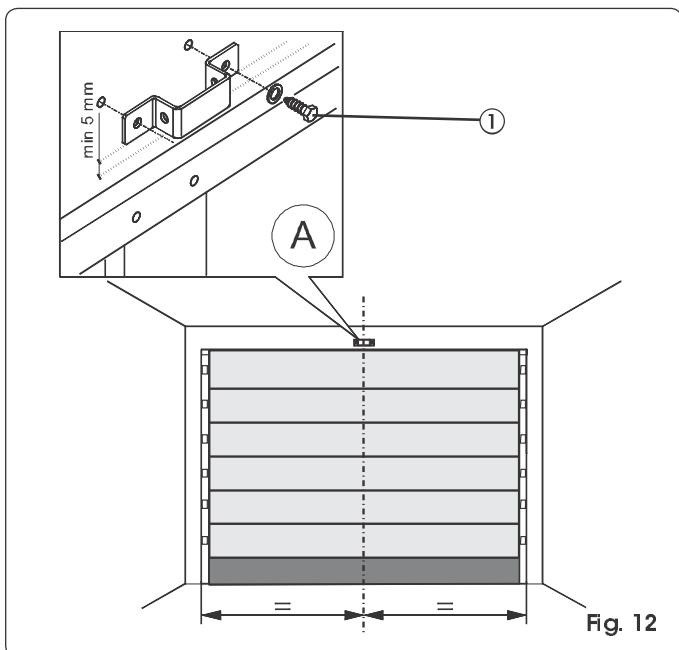

Fig. 12
- 1) Trek een streep op de latei ter hoogte van de verticale middellijn van de deur (Fig 12).
- 3) Zet de bevestigingsbeugel van de bevestiging aan de voorkant met de onderste rand minstens 5 mm boven het kruispunt van de strepen en gecentreerd op de verticale streep (Fig. 12). Zie ook paragraaf 7.2 voor de correcte plaatsing van de beugel ten opzichte van het bevestigingspunt op de deur.
- 5) Boorvervolgens de gaten en monteer de bevestigingspunten met behulp van de schroeven (ref. ① Fig. 12) NIET bijgeleverd.